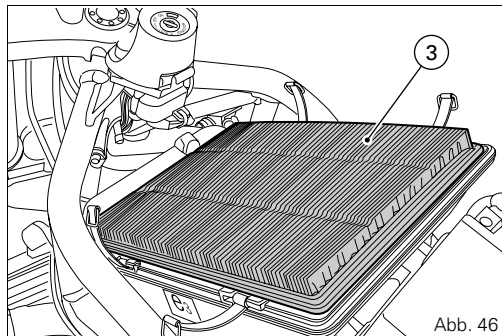

Abb. 46
Die Befestigungsklammern (1) des Deckels an beiden Seiten des Filterkastens aushaken, dann den Deckel (2) abnehmen. Den Filtereinsatz (3, Abb. 46) entfernen und austauschen.